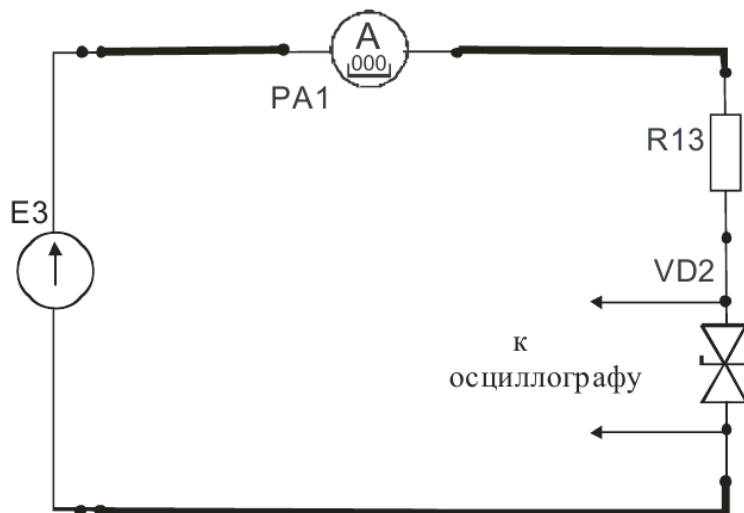

Рис. 3
3.7. Ознакомьтесь с работой ограничителя уровня напряжения. Для этого собрать схему по рис. 3. Подключить параллельно двуханодному стабилитрону VD2 осциллограф.